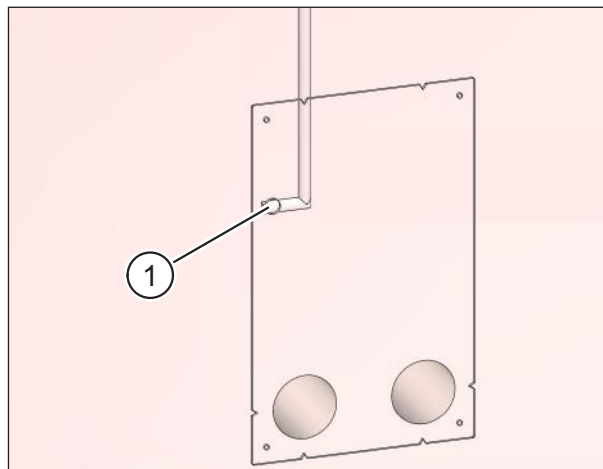

Рис. 19: сделать штробу для сетевого кабеля и кабеля линии управления
- ▶ Сделайте штробу для сетевого кабеля и кабеля линии управления, исходя от точки выхода кабеля (поз. 1 на рис. 19).